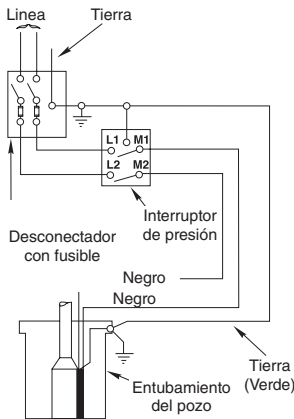

Figura 1 - Conexiones de los motores de dos conductores monofásicos.
Las bombas de 2 conductores tienen dos conductores de alimentación (Negro/Negro) y un conductor de tierra (Verde). No se requiere un control de motor sumergible. Ver Figura 1 para la información de conexión correcta de los motores de dos conductores de 230 Voltios solamente.
4. Conecte los conductores del motor y la fuente de suministro de corriente eléctrica al interruptor de desconexión a fusible (consulte la Figura 1). **No encienda la bomba todavía.**